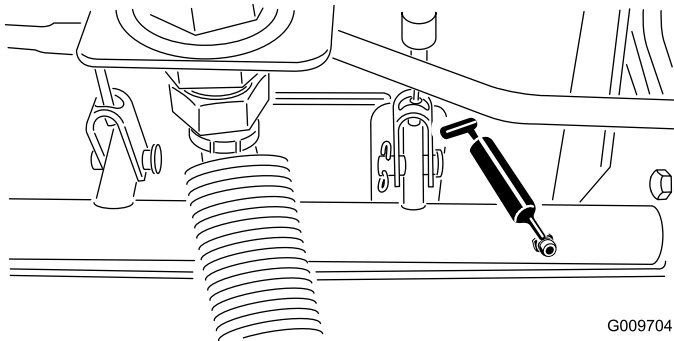

Figura 50
- Cojinetes de pivote de eje de freno (5) tal y como se muestra en la Figura 50